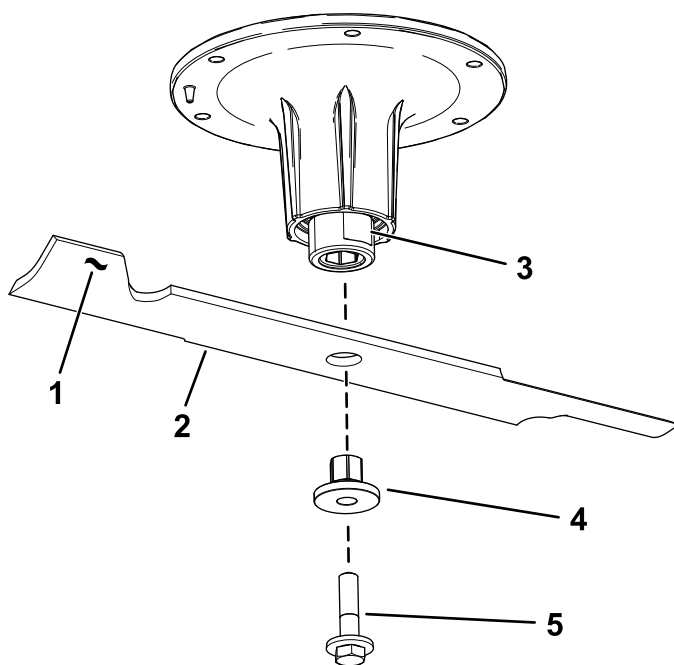

図 76
2. スピンドルのシャフトからブレードボルト、ブッシュ、ブレードを取り外す(図 76)。